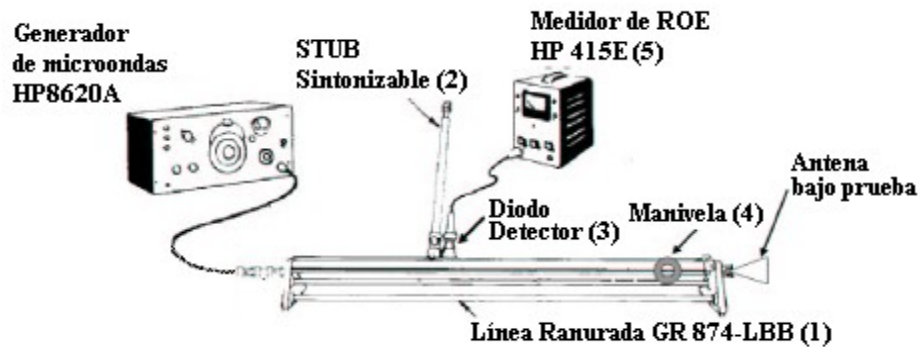

Figura 4.1. Línea Ranurada y Medición de ROE.
1. Monte el sistema de la figura 4.1 con todos los equipos apagados.
La línea ranurada esta formada por (ver figura 4.1):